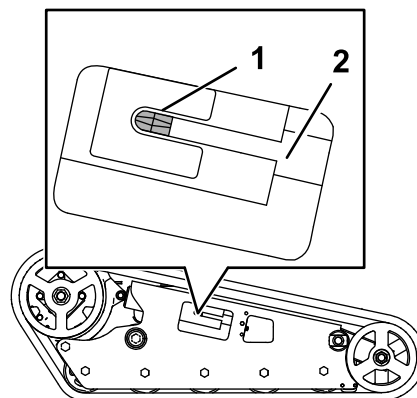

Figura 67
15. Rotii urubul de tensionare în sens invers al acelor de ceasornic până când urubul de tensionare ajunge la capăt (Figura 67).